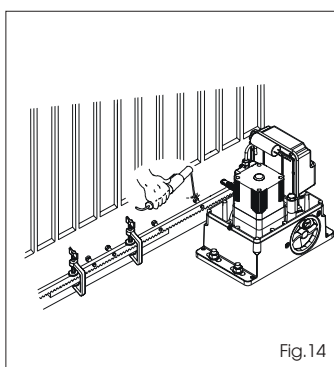

Fig. 14
- 5) Accostare un altro elemento di cremagliera al precedente utilizzando, per mettere in fase la dentatura dei due elementi, un pezzo di cremagliera come indicato in Fig. 14.